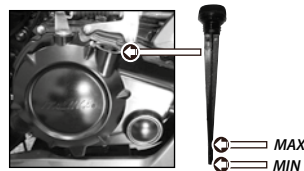

Imagen 14. Mirilla del aceite.
4. Extraer el tapón-bayoneta. Ver imagen 14.